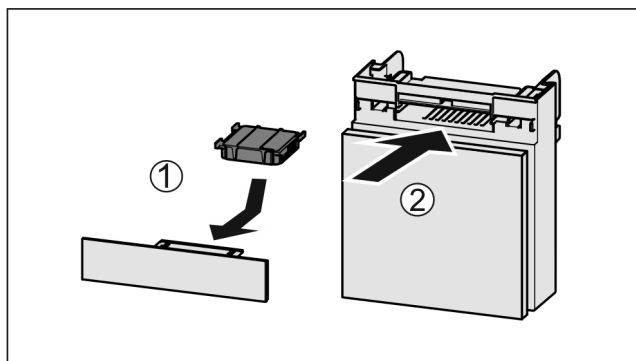

Fig. 53
- ▶ Filtr s aktivním uhlím vložte podle vyobrazení *Fig. 53 (1)*.
- ▶ Zásuvku zasuňte *Fig. 53 (2)*.